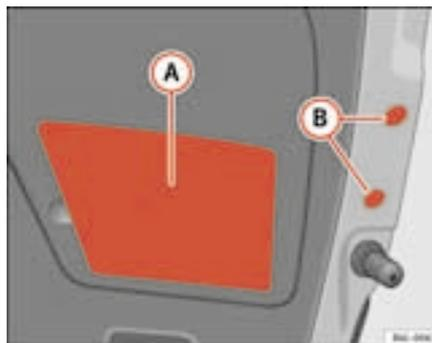

Fig. 156 Luz traseira na tampa do porta-bagagens
- Retire a cobertura de plástico (A) ⇒ página 228, fig. 156 e as tampas de plástico (B) ⇒ página 228, fig. 156 fazendo alavanca cuidadosamente com a parte plana da chave de fendas e tendo cuidado para não riscar a pintura.